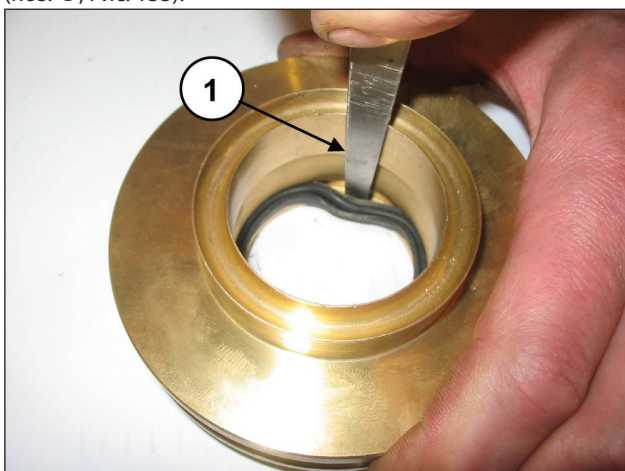

Рис. 133
Для снятия уплотнения для низкого давления необходимо использовать толщиномер или другой инструмент, который не может повредить гнездо опоры уплотнений (поз. ①, Рис. 133).